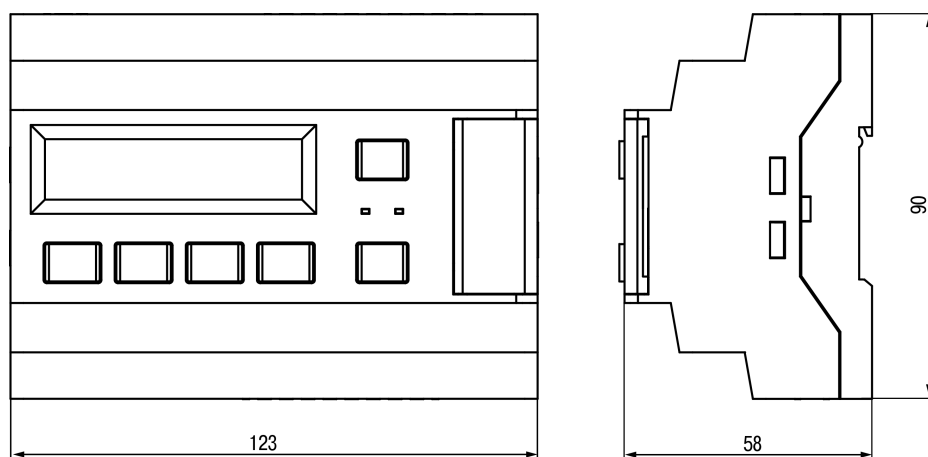

Рисунок 4.2 – Габаритний кресленник пристрою
1. Підготувати на DIN-рейці місце для встановлення пристрою відповідно до розмірів пристрою (див. рисунок 4.2).